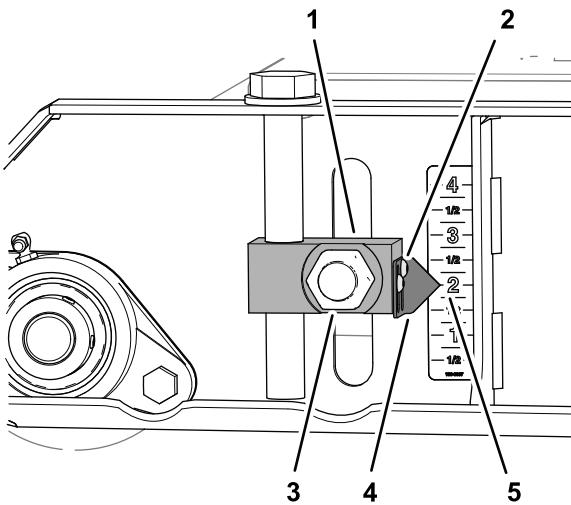
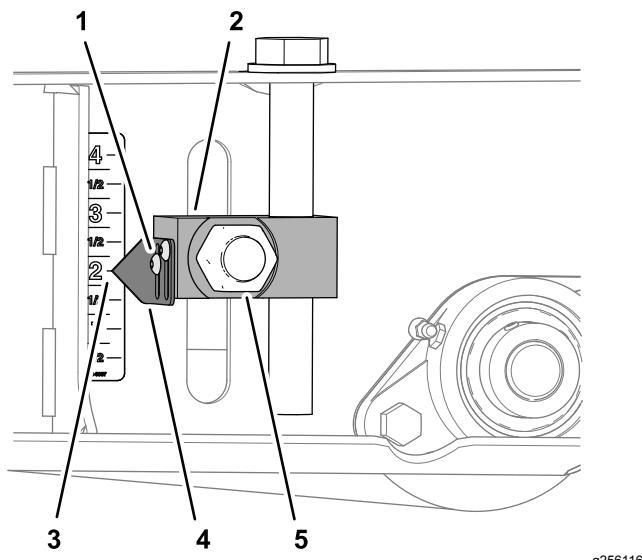

Bild 82
Bild 84
- Lösen Sie die beiden Innensechskantschrauben, mit denen der Zeiger am Verstellblock befestigt ist, richten Sie den Zeiger auf die 2-Zoll-Markierung auf dem Aufkleber aus und ziehen Sie die Schrauben wieder fest (**Bild 82**).
6. Lösen Sie die Innensechskantschrauben, mit denen die beiden Zeiger am Verstellblock befestigt sind, richten Sie die Zeiger auf die 2-Zoll-Markierung auf dem Aufkleber aus und ziehen Sie die Schrauben wieder fest (**Bild 84**).
7. Ziehen Sie die vier Muttern, mit denen die Schnitthöhenverstellungen (**Bild 82** und **Bild 84**) an den vorderen und hinteren Rollen befestigt sind, auf ein Drehmoment von 322 bis 396 N·m an.